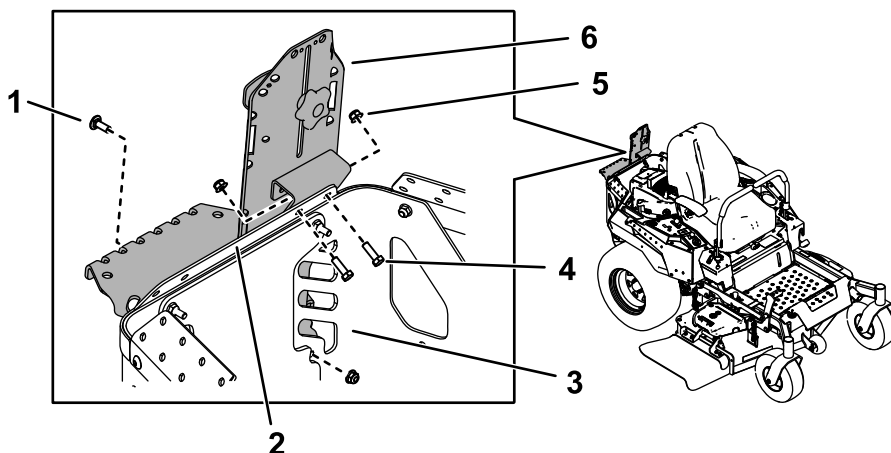
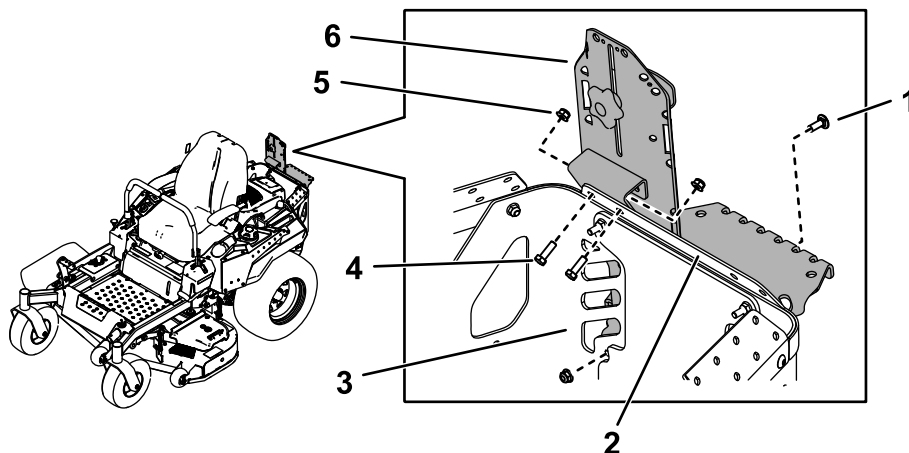

Figura 13
Figura 14
1. Fissate il gruppo di supporto alla protezione posteriore superiore utilizzando 2 bulloni (5/16" x 1") e 2 dadi (5/16") come illustrato nella Figura 13 o nella Figura 14.
3. Fissate la parte inferiore della staffa principale alla protezione posteriore del motore utilizzando 1 bullone a testa tonda (5/16" x 7/8") e 1 dado (5/16") come illustrato nella Figura 13 o nella Figura 14.